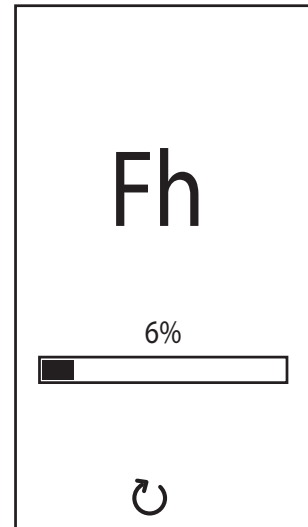

fig. 9- Ontluchting met uitgeschakelde ventilator
- De eerstvolgende 280 seconden gaat de ontluchtingscyclus door met uitgeschakelde ventilator (fig. 9).